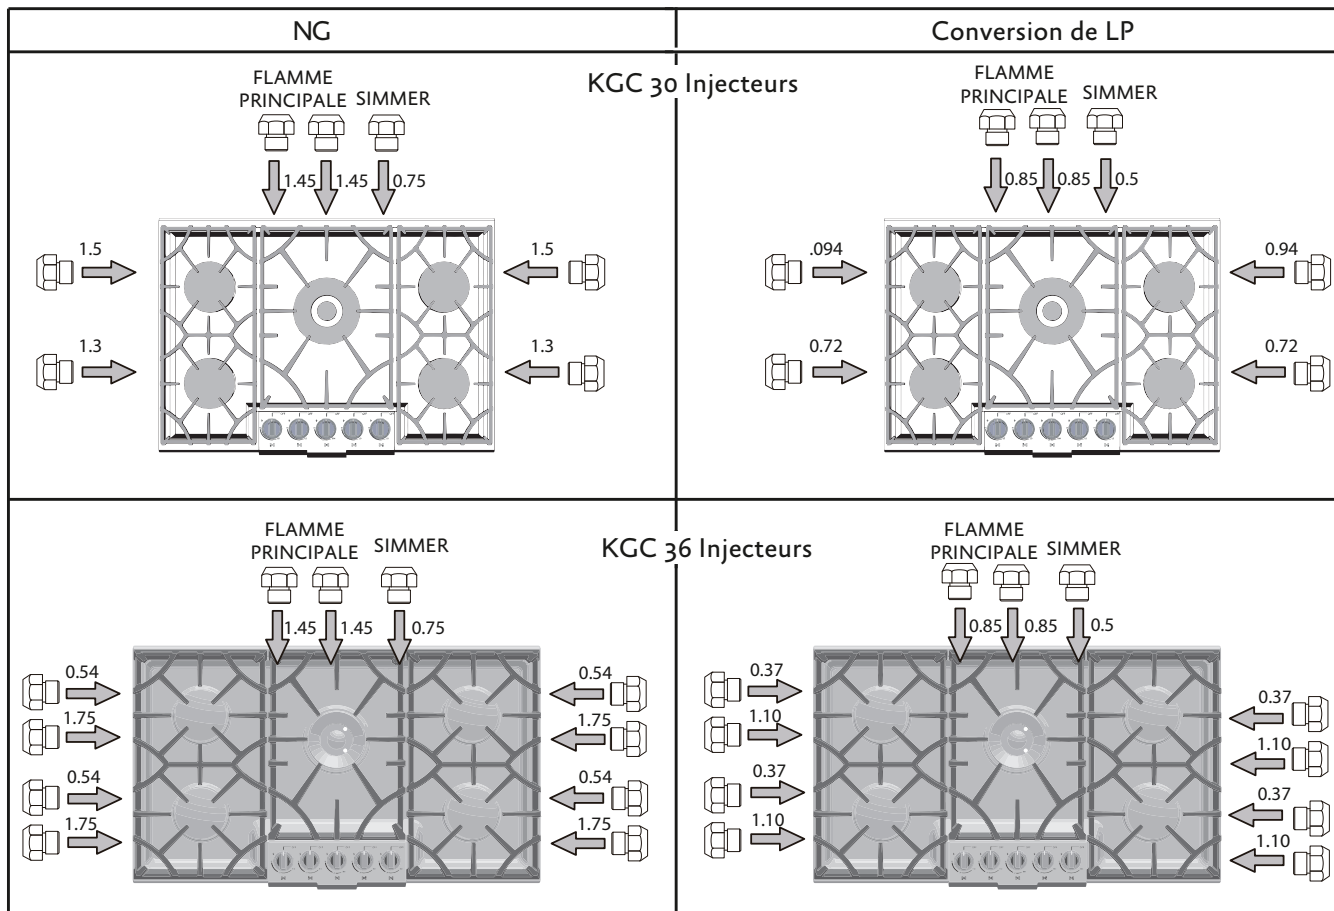

Figure 23. Position des Injecteurs
- 1) Retirez les grilles et les coupelles des brûleurs (A).
- 2) Retirez l'épandeur de gaz (B).
- 3) Retirez la vis du couvercle de l'orifice (C). Retirez le couvercle de l'orifice.
- 4) L'orifice central (D) peut être retiré en utilisant un tourne-écrou de 9/32 po (dans le sens anti-horaire).
- 5) Les deux autres orifices (E) peuvent être retirés en utilisant une clé polygonale de 9/32 po. (Compteur dans le sens horaire.)
- 6) Installez les orifices fournis avec cet appareil dans le brûleur approprié. Chaque orifice a un numéro estampillé sur le côté, qui identifie le diamètre de l'orifice. (Voir la Figure 23 pour la orifices à utiliser dans chaque position du brûleur.)
- 1) Retirez les grilles et les tasses du brûleur (A).
- 3) Desserrer les orifices (C) en tournant le tourne-écrou de 9/32 po dans le sens anti-horaire.
- 4) Installez les orifices fournis avec cet appareil dans le brûleur approprié. Chaque orifice a un numéro estampillé sur le côté, qui identifie le diamètre de l'orifice. (Voir la Figure 23 pour la orifices à utiliser dans chaque position du brûleur.)
- 2) Voir la Figure 23 pour l'emplacement et la taille des orifices.